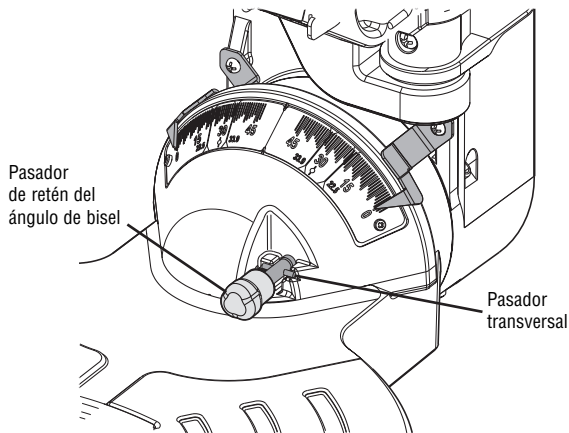

Figura 52. Pasador transversal desacoplado para el intervalo completo de cortes en bisel
- La sierra tiene un pasador de retén del ángulo de bisel que sólo se puede acoplar a 33.9° a la izquierda o a la derecha. Éste es el ángulo de bisel requerido cuando se corta moldura de corona con un “ángulo de resorte” de 38° plana sobre la mesa. **NOTA:** Si el pasador de retén de bisel se acopla automáticamente a 33.9° e impide la inclinación de la sierra a otro ángulo, simplemente jálalo hasta la parte delantera y rote su pasador transversal 1/4 de vuelta para que descansa en la posición desacoplada. Si el pasador se está atorando en el interior, incline y oscile el cabezal de la sierra de un lado a otro mientras lo jala (vea la figura 52).